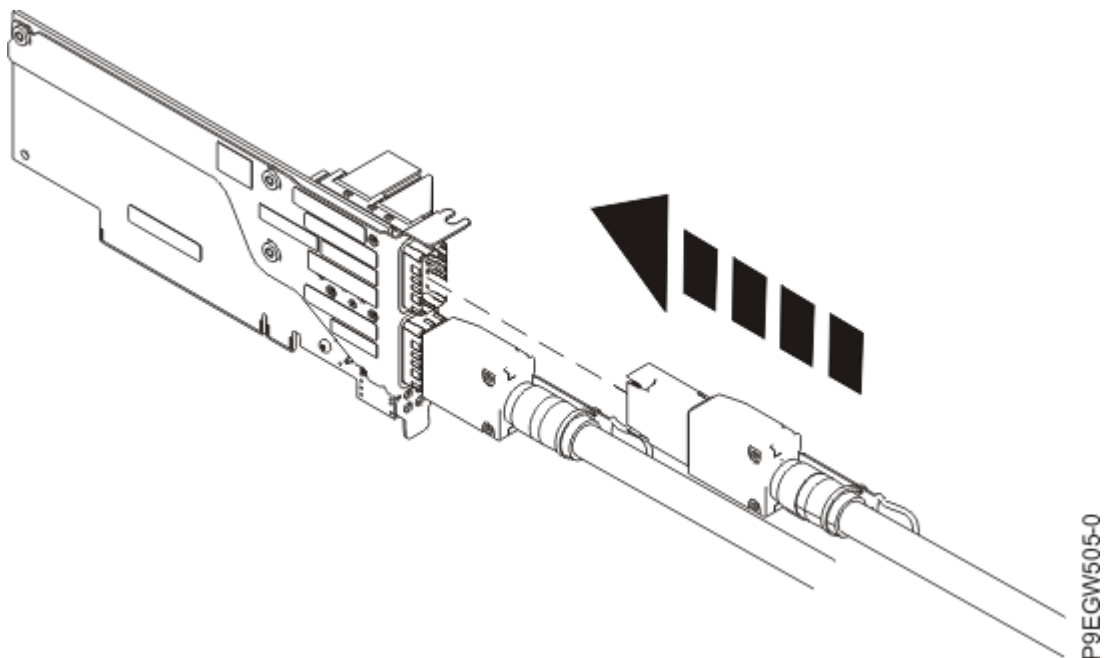

Figure 6. Remplacement du câble de tiroir d'extension dans l'adaptateur de câble PCIe3 sur le système hôte
4. Connectez le câble de tiroir d'extension de remplacement en le branchant dans le port de l'adaptateur de câble PCIe3 sur le système hôte, comme illustré à la Figure 6, à la page 7.